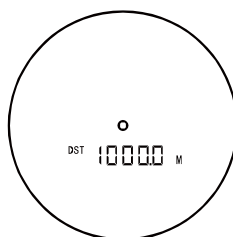

Abbildung 2
Richten Sie das Gerät im Entfernungsmessmodus auf Ihr Ziel und drücken Sie die Ein/Aus/Messen-Taste (1). Der geradlinige Abstand zum Ziel wird angezeigt (Abb. 2).
En el modo Medición de distancias, apunte el dispositivo al objetivo deseado y presione el botón encender/apagar/medir (1). Se mostrará la distancia en línea recta hasta el objeto de medición (Fig. 2).